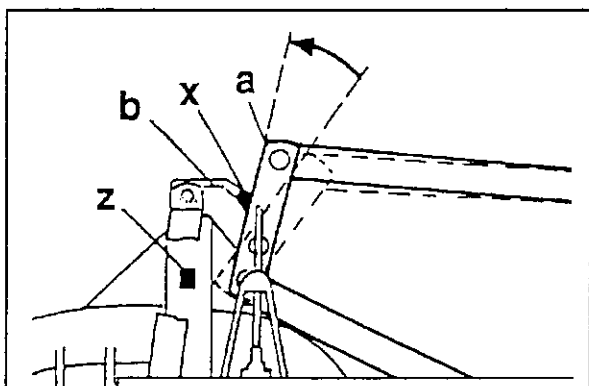
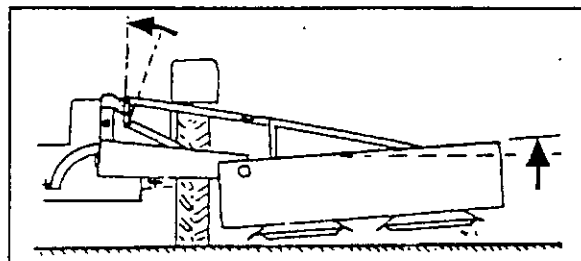

fig. 4-28
fig. 4-30
Veiller à ce que le levier (a) de la tringlerie de relevage soit en contact avec la butée (x), pour éviter que lors de l'orientation de la machine la partie inférieure du levier ne heurte le bloc de butée (z) ce qui pourrait provoquer l'endommagement de la plaque de recouvrement (b) (fig. 4-28).
5. Si le levier (a) (fig. 4-28) n'était pas en contact avec la butée (x), ce qui pourrait être attribué à un graissage insuffisant de articulations, relever quelque peu la barre de coupe à la main, en agissant de l'extérieur (fig. 4-30).